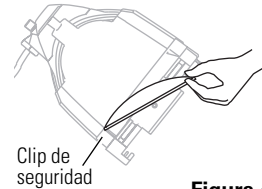

Figura 4
8. Cuando se suelte la lente, quite su dedo permitiendo que la lente se deslice hacia adelante hasta que se acomode en los enganches de la lente. Ver la **Figura 4**.